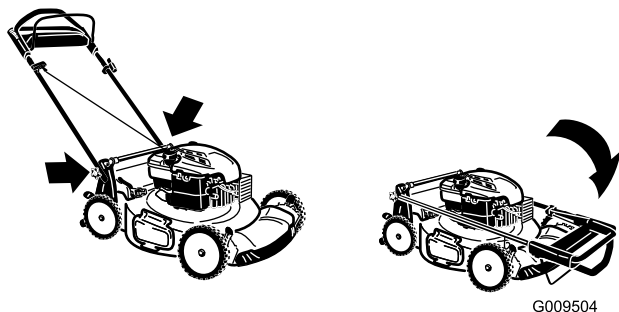

Рисунок 33
2. Поверните верхнюю рукоятку вперед, как показано на Рисунок 33.